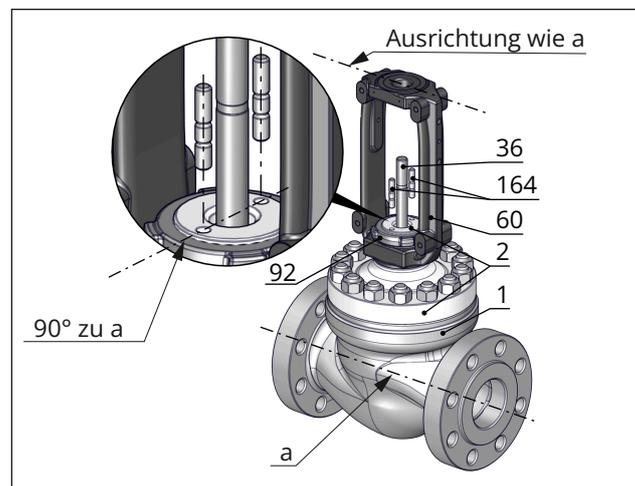

Bild 16: Ausrichtung des Oberteils auf dem Ventilgehäuse und Ausrichtung des Jochs auf dem Oberteil
2. Hubschild (84) mit Lasche (83) und gegebenenfalls Warnhinweisschild (255) mit Schrauben (82) am Joch festschrauben. Dabei das Hubschild (84) gemäß Tab. 8 an der Lasche (83) vorpositionieren.
3. Halter (302) mit Schrauben (306) und Scheiben (308) festschrauben. Anzugsmomente beachten, vgl. Tab. 7.
4. Joch (3) so auf das Oberteil aufsetzen, dass die beiden Bohrungen auf der Oberseite des Oberteils zu den offenen Seiten des Jochs weisen, vgl. Bild 16.
5. Joch (3) mit Schlagmutter (92) befestigen.
- a) Packungsbrille (162) über die Stiftschrauben (164) am Ventiloberteil (2/21) auf das Druckstück (8) aufsetzen.
- b) Beide Spannmutter (163) (bei außen federbelasteter Packungsbrille inklusive der Tellerfedern) auf die Stiftschrauben (164) aufschrauben und handfest anziehen. Bei der federbelasteten Ausführung die Spannmutter (163) dabei durch die Bohrungen der Packungsbrille führen.